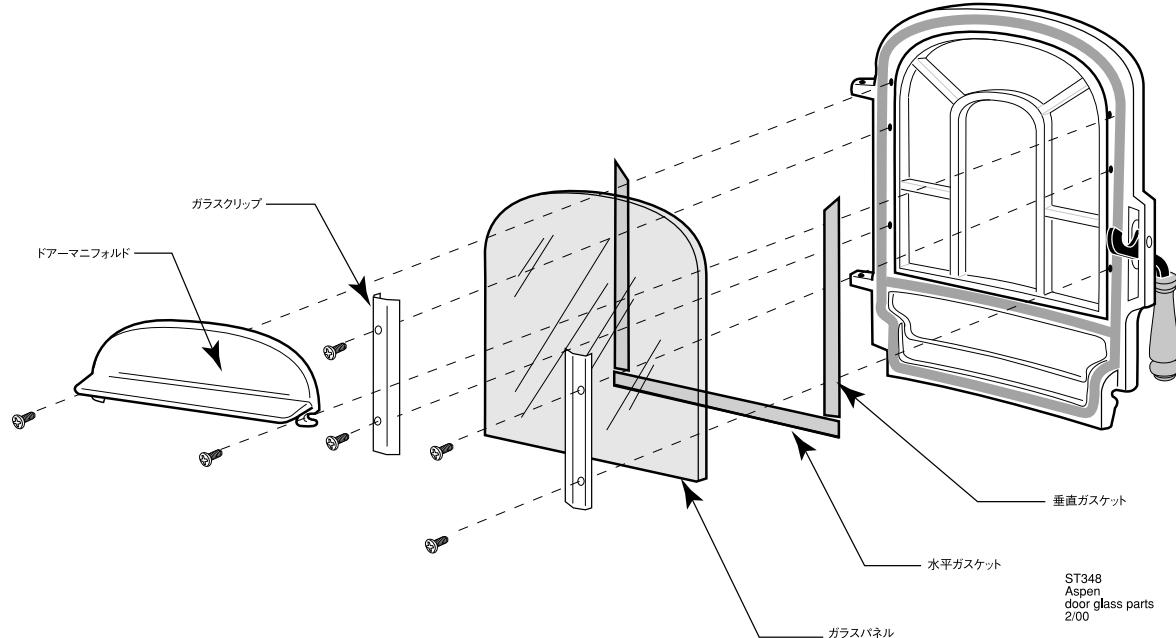

図32 ドアガラスの取り付け
入れ替えるガラスは、マジュスティックのパートナンバー3000-0606以外は使わないでください。ガラスは三本のガスケットでできたクッションの上に載せ、二つのクリップで固定させます(図32)。ガラスは片面が軽くカラーコートされています。ストーブからドアを取り外し、頑丈で水平な作業台に載せてください。ホーロー仕上げの場合は、表面を保護するために、タオルを敷くとよいでしょう。
- 3.ガスケットを点検します。とぐに何も問題がないときは、そのままにしておきます。交換しなければならないときは、必ずマジェスティックのガスケット(二本の垂直PN3000-0872と一本の水平-PN3000-0382)以外は使わないでください。ウインドー開口部の周囲の溝にゴミやほこりが詰まっていることを確認してください。三本のガスケットを図32に従って、パネルのはめ込み部に入れてください。